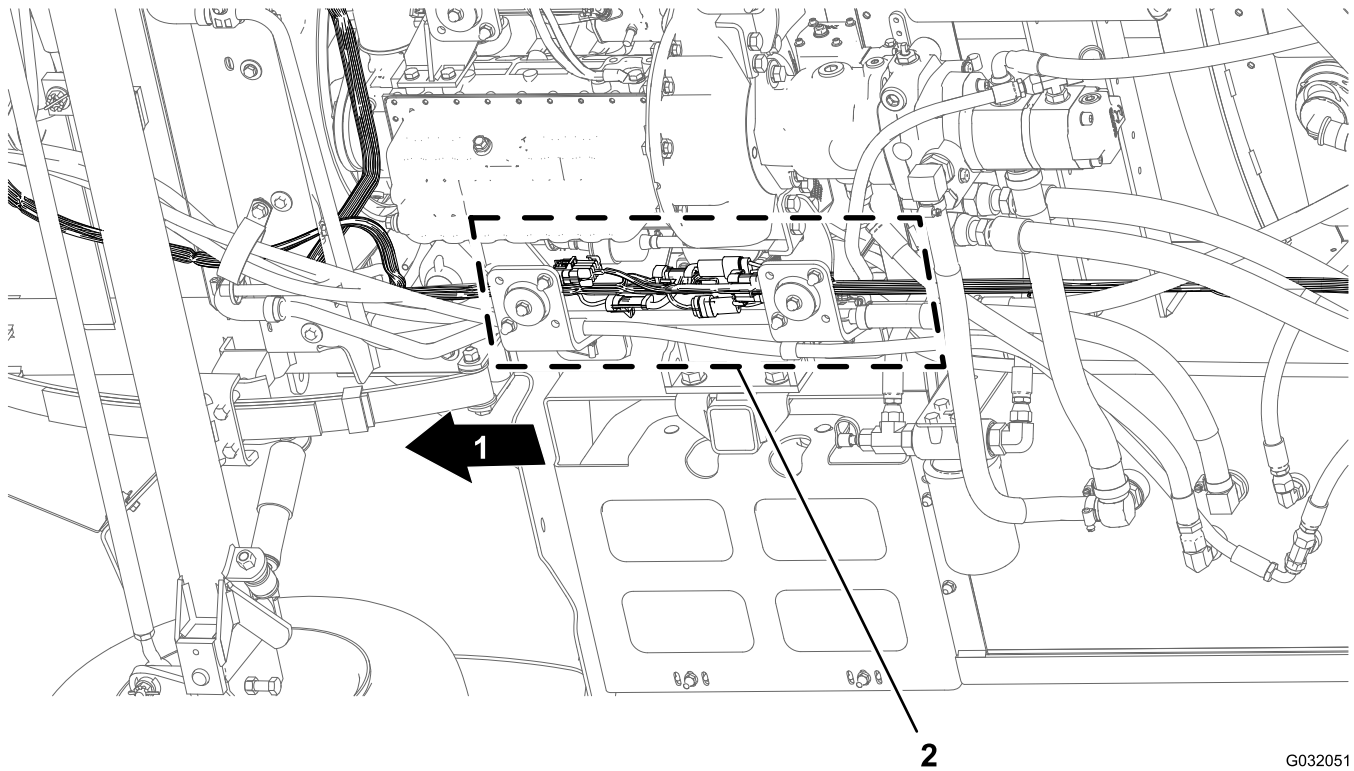

図 28
1. 機体の下の右フレームチューブに沿って配設されている前後のワイヤハーネスの相互コネクタを探し出す 図 28。